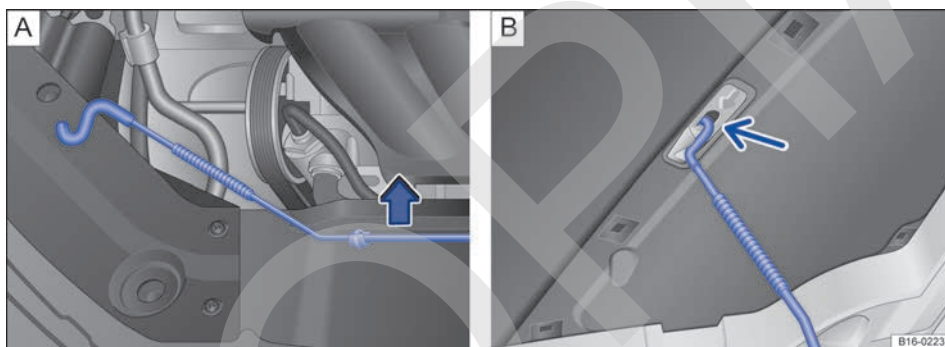

Fig. 195 **A** En el vano motor: soporte de la varilla de sujeción del capó. **B** Capó del motor levantado.
- Retire la varilla de sujeción de su soporte en el sentido de la flecha → **fig. 195 A** e introdúzcala en el orificio del capó del motor → **fig. 195 B** (flecha).
- Desenganche la varilla de sujeción del capó y encástrela en el soporte situado en la chapa portacierre → **fig. 195 A**.